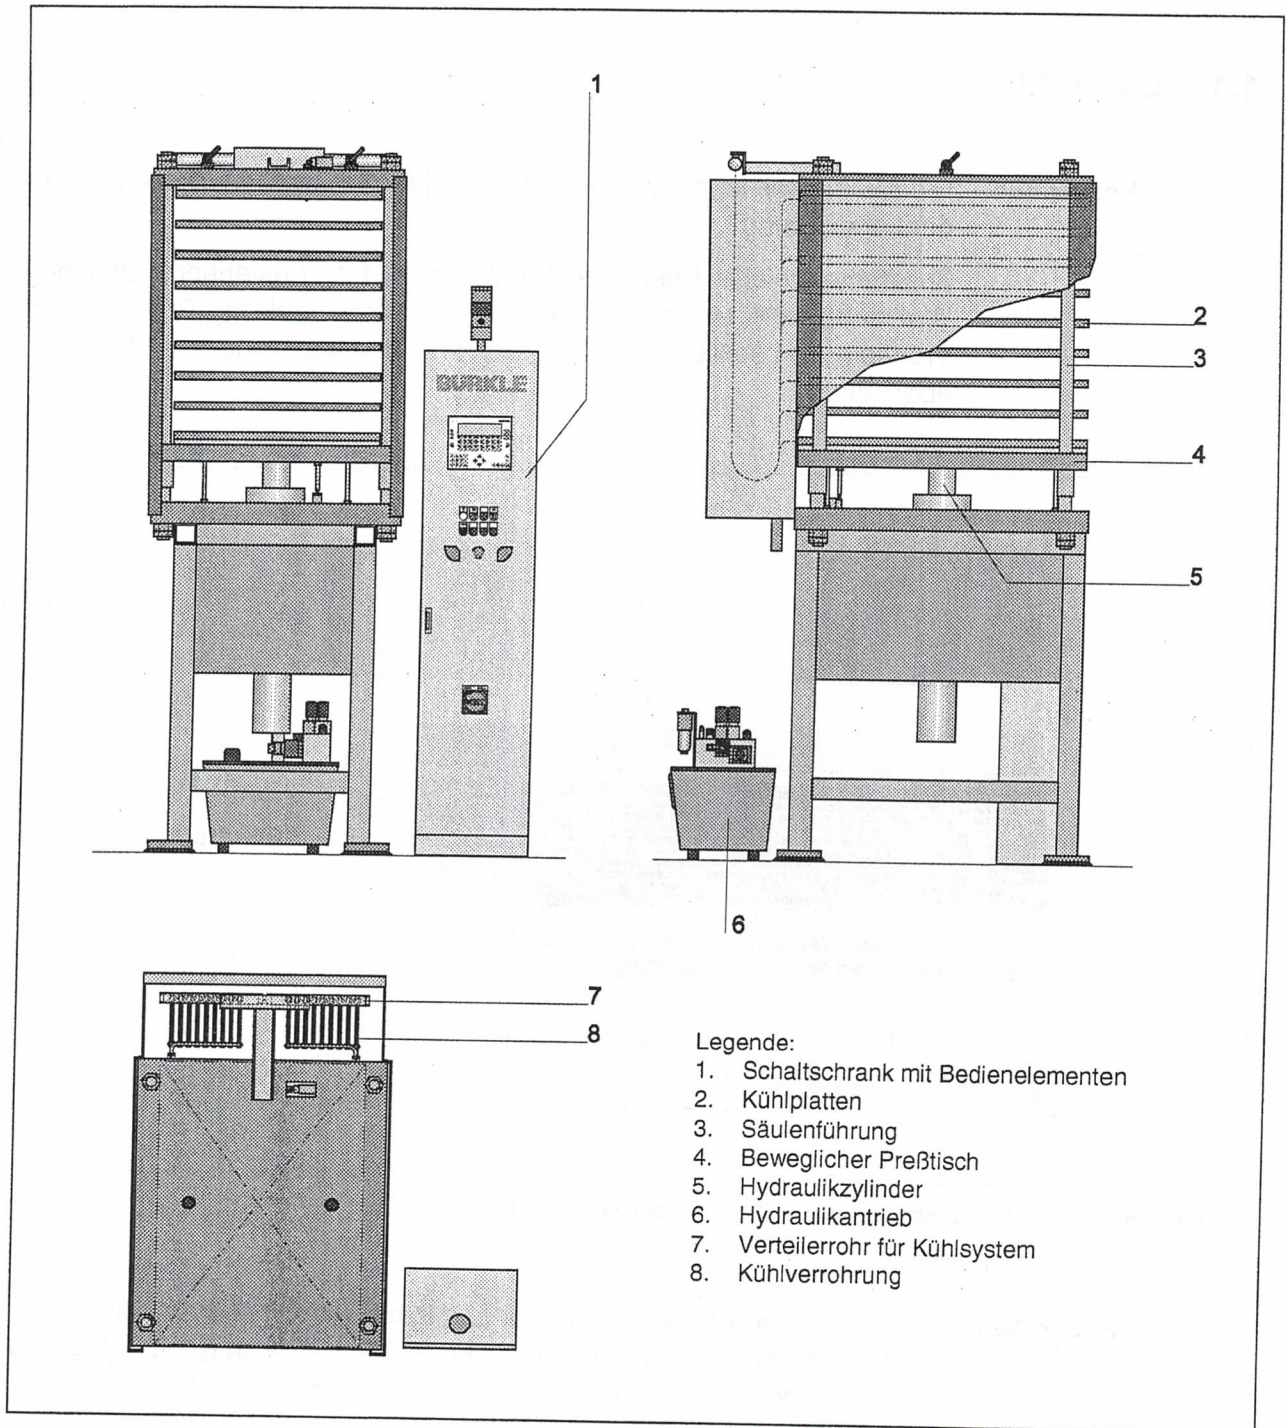

Abbildung 1-2 Aufbau der Maschine
- Säulenführung** Der bewegliche Preßtisch (4, Abbildung 1-2) und die Kühlplatten (2) sind reibungsarm in den Säulen des Pressengestells geführt.
- Hydraulikantrieb** Der Hydraulikantrieb (6) erzeugt den notwendigen Hydraulikdruck. Nach Erreichen des vorgewählten Solldruckes schaltet die Pumpe ab. Der Steuerblock mit hermetisch dichten Sitzventilen gewährleistet optimale Druckhaltung ohne Zuschaltung der Pumpe. Die Hydrauliksteuerung ist so ausgeführt, daß im stromlosen Zustand der aktuelle Druck im Hydrauliksystem gehalten wird.
- Kühlplatten** Die Kühlplatten (2) sind als massive Stahlplatten mit bearbeiteten Preßflächen ausgeführt. In die Stahlplatten sind Kühlkanäle gebohrt, durch die über Sammelrohre und Schlauchleitungen Kühlwasser geführt wird. Die Anordnung der Kühlkanäle gewährleisten eine gleichmäßige Temperaturverteilung in der Kühlplatte.